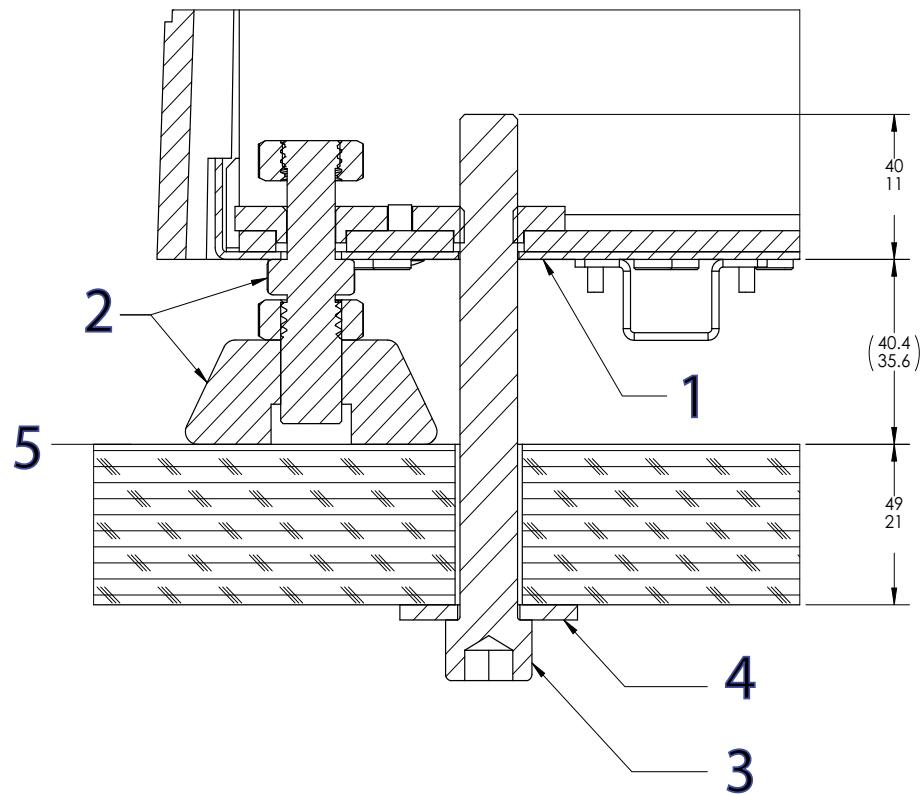

Figura 15. Fissare il telaio al tavolo
Legenda per Figura 15
3. Installare ogni bullone e rondella sovradianimensionata come mostrato nella Figura 15 a pagina 70.